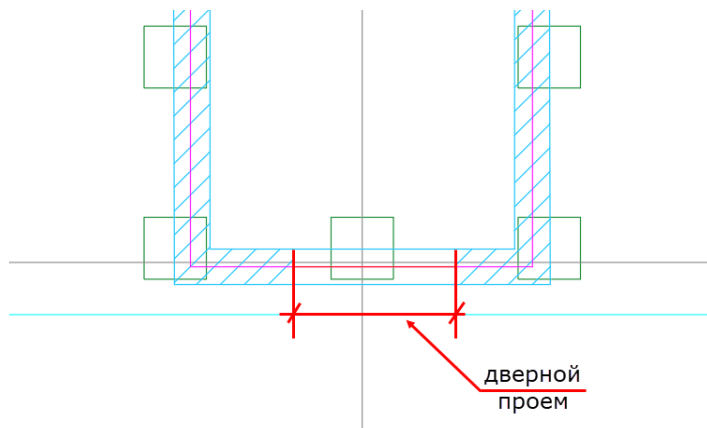

Рис.14.9. Дверной проем
- Создайте отрезок по габаритам проема (рис. 14.9)